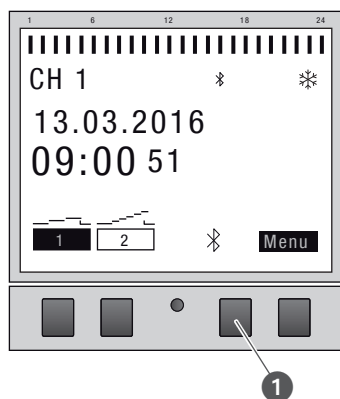

Fig. 24: Activar y desactivar la conexión Bluetooth en el temporizador
1. Para desactivar la conexión Bluetooth pulse el botón de Bluetooth del temporizador (fig. 24/①) durante unos 2 segundos.